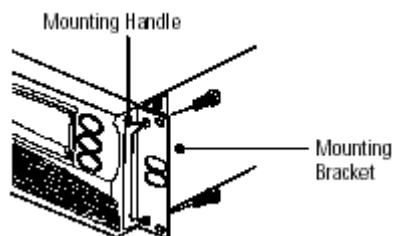

Рисунок 2. Установка крепежных ручек
2. Прикрепите поставляемые в комплекте крепежные ручки к крепежным кронштейнам (см. рис. 2).